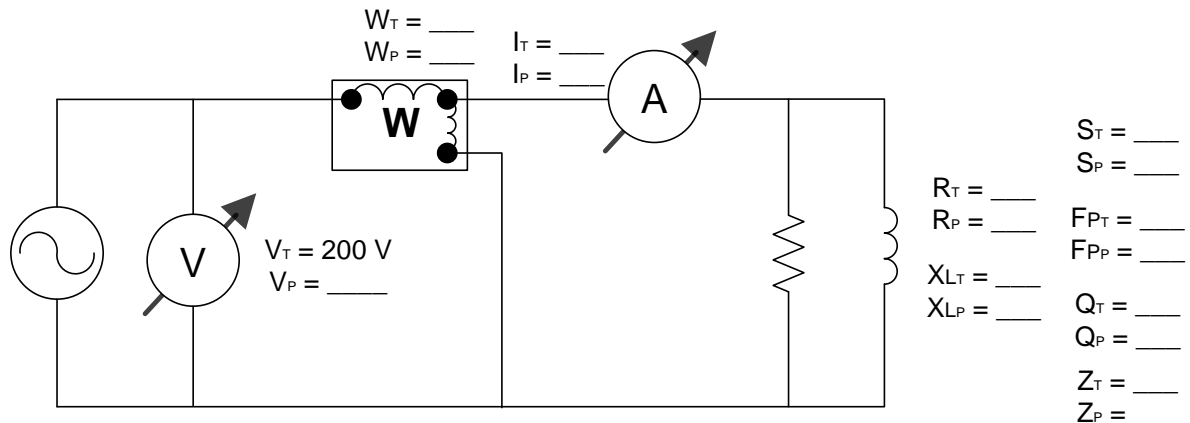

Figura 10 - Esquema básico para a ligação da carga resistiva e indutiva
**Ensaio 3:** Conectar a resistência R e a indutância L, conforme o circuito da Figura 10, realizar as leituras dos instrumentos e calcular os valores indicados: